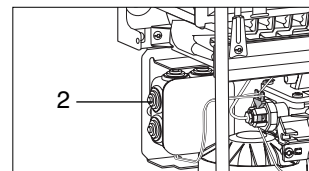

Fig. 8a
- utiliser le passe-fil "2" (fig. 8a),